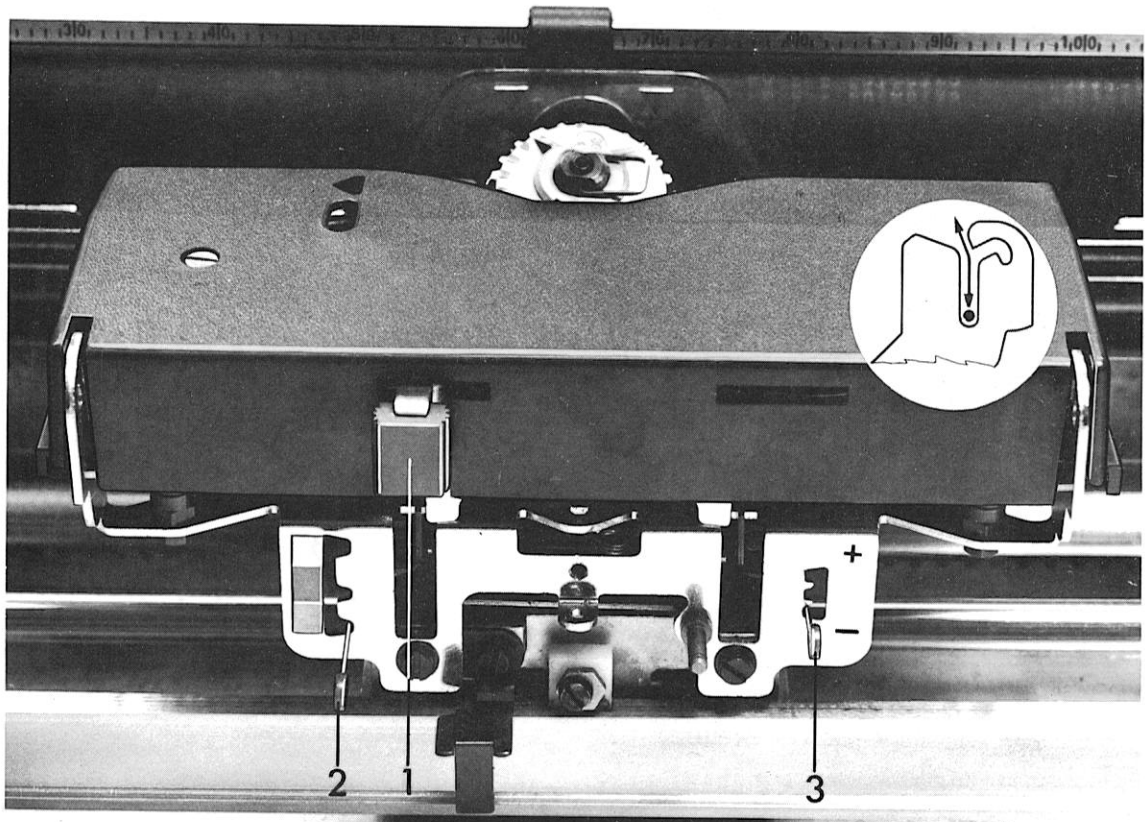

Abb. 10 Farbbandträger - Einrichtung
Den roten Verriegelungshebel 1) Abb. 10 nach rechts stellen und die Einrichtung mit beiden Händen nach oben herausnehmen.
Beim Aufsetzen müssen zuerst die Führungszapfen in die Schlitze nach unten eingeführt werden (siehe Skizze in Abb. 10), danach die Einrichtung gleichmäßig aufsetzen (Schreibstellung).
6.3.2 Farbbandzoneneinsteller 2) (Abb. 10)
Im Zusammenwirken mit dem Prellabstandeinsteller wird bei unterschiedlich starken Papiersätzen ein optimaler Schriftabdruck für Original und Durchschläge erreicht. Mit dem Typenaufschlageinsteller 3) Abb. 10 ist die Anschlagstärke einstellbar.